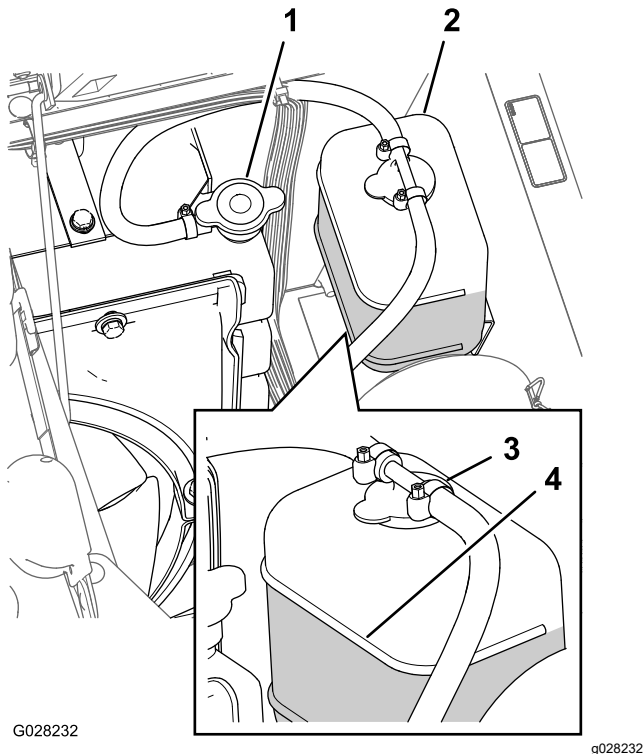

图 94
3. 小心拆下散热器盖和膨胀水箱盖图 94。
注意 散热器中的冷却液应添加至加油颈的顶部而膨胀水箱中的冷却液应添加至水箱上的“已满”标记处图 94。
5. 如果冷却液液位较低请拆下膨胀水箱盖和散热器盖然后将膨胀水箱添加至“已满”标记处将散热器添加至加油颈的顶部图 94。
6. 安装散热器盖和膨胀水箱盖图 94。
2. 发动机冷却后拆下散热器盖 图 94。
6. 拆下散热器盖 图 94。
8. 在散热器上的盖子松开的情况下启动发动机 图 94。
10. 冷却液变热之后把冷却液液位添加至盖子的密封面处盖紧盖子 (图 94)。
11. 打开膨胀水箱盖向水箱添加冷却液至“冷”位置 图 94。